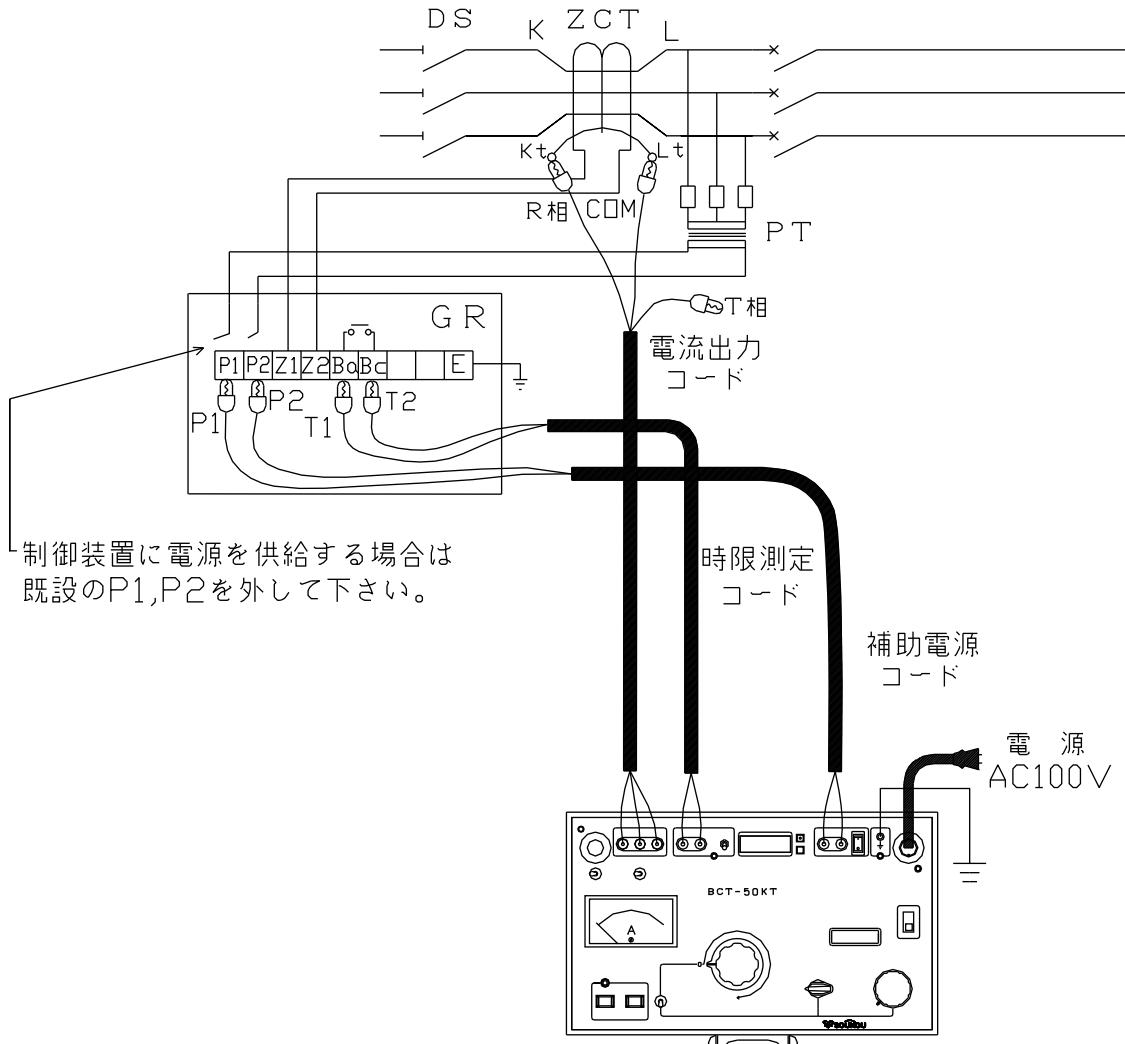

図14：試験回路図一電気室の単体試験(停電状態)
6. 以上のような点に注意し、試験回路を構成します。(図14,15)